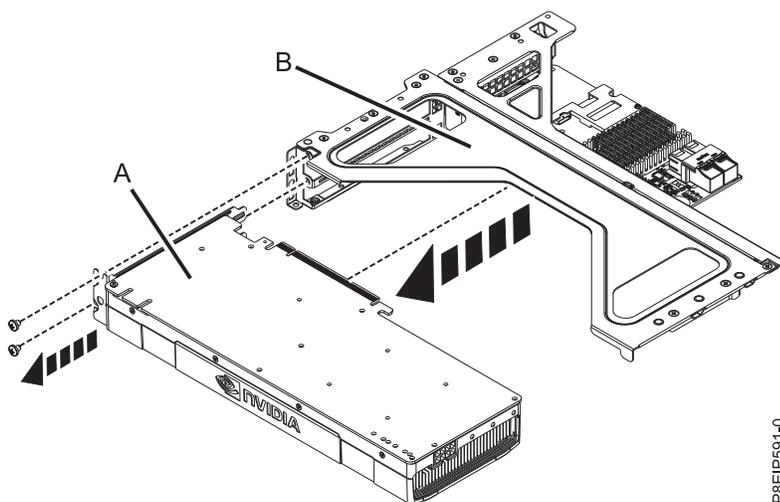

Abbildung 24. Grafikprozessor aus Riserkarte ausbauen
6. Ziehen Sie den Grafikprozessor (A) aus der Riserkarte für PCIe-Adapter (B) heraus (siehe Abb. 24).